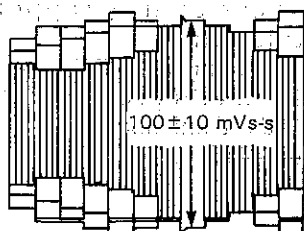

Abbildung 2-9.
4. Den R3304 (FM-Aufnahmeregler) so einstellen, daß der Synchronboden-Pegel bei $100 \pm 10 \text{ mVs-s}$ liegt (siehe Abb. 2-9).